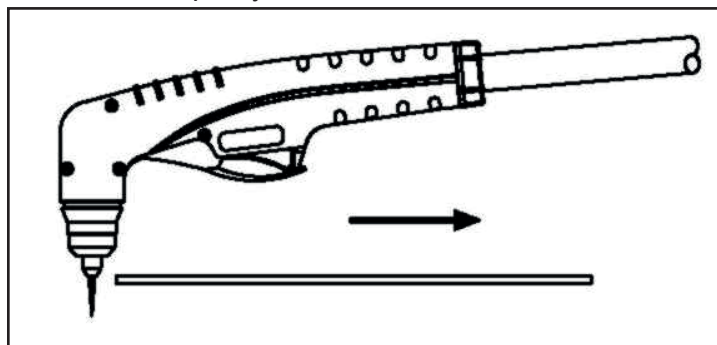

Рис. 15
- Выберите режим непрерывной пилотной дуги с помощью кнопки выбора (A) на панели управления.
- Для начала резки от края заготовки держите горелку перпендикулярно заготовке наконечником у края заготовки в точке, где вы должны начать резку. Рис. 15